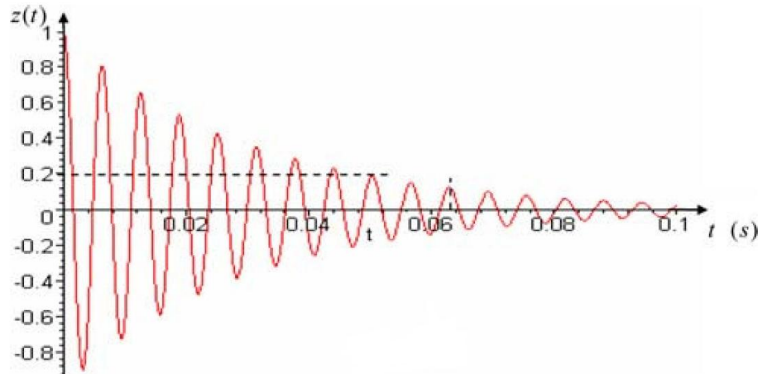

FIGURE 6 –
- 2.c.** On enregistre (cf. figure 6) l'évolution temporelle suivante pour $z(t)$ (en cm) :